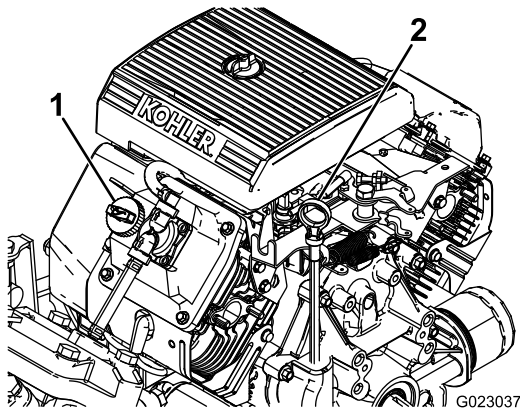

Figura 10
2. Scoateți joja și tergeți-o cu o lavetă curată (Figura 10).
4. Dacă nivelul uleiului este scăzut, îndepărtați capacul de umplere de pe capacul supapei (Figura 10) și turnați ulei în orificiu până când nivelul ajunge la marcajul complet PLIN de pe jojă; consultați Lucrări de service cu privire la uleiul de motor \(Pagină 49\) pentru tipul de ulei și vâscozitatea adecvate.